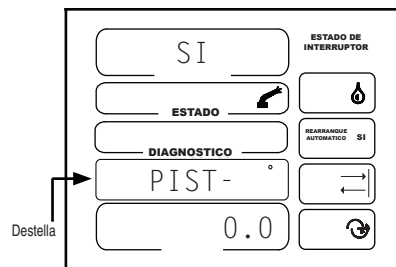

Figura 28-2
- Si el sector nunca se programó y no hay pistolas finales programadas con una numeración más baja entonces el ángulo de activación será 0,0°. Vea la Figura 28-2.